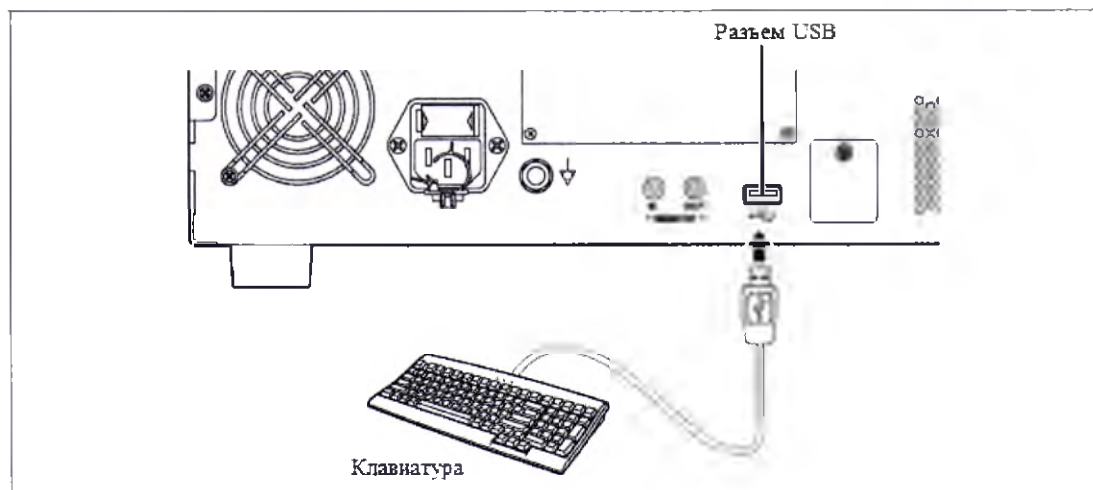

Рисунок 3.4
1. Подсоедините клавиатуру к разъему USB на задней панели УУН (см. рисунок 3.4).